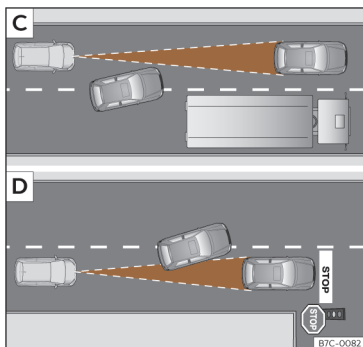

Fig. 133 C) Mudança de faixa de um veículo. D) Veículo em circulação e outro parado.
- Veículos que mudem para a faixa na qual circula a pouca distância do veículo >>> **Fig. 133 C).**
O ACC pode não reagir perante veículos parados. Se, por exemplo, um veículo detetado pelo ACC roda ou se afasta e em frente do mesmo se encontra um veículo parado, o ACC não reagirá face a este último >>> **Fig. 133 D).**